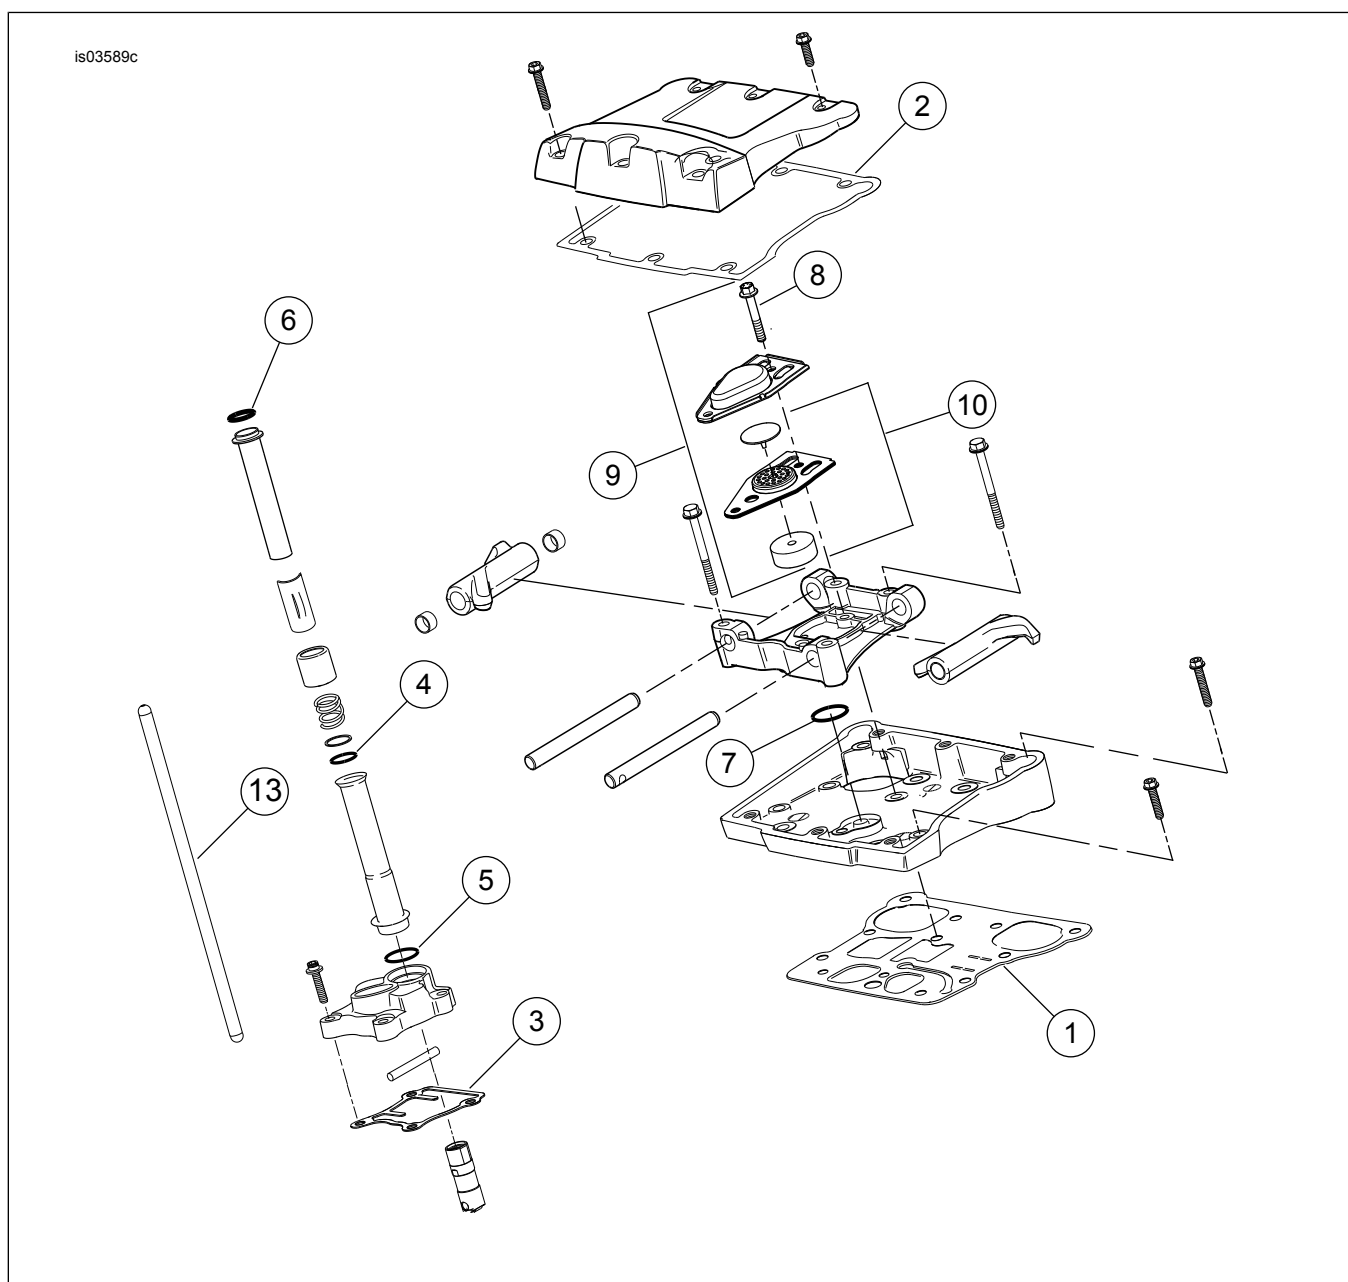
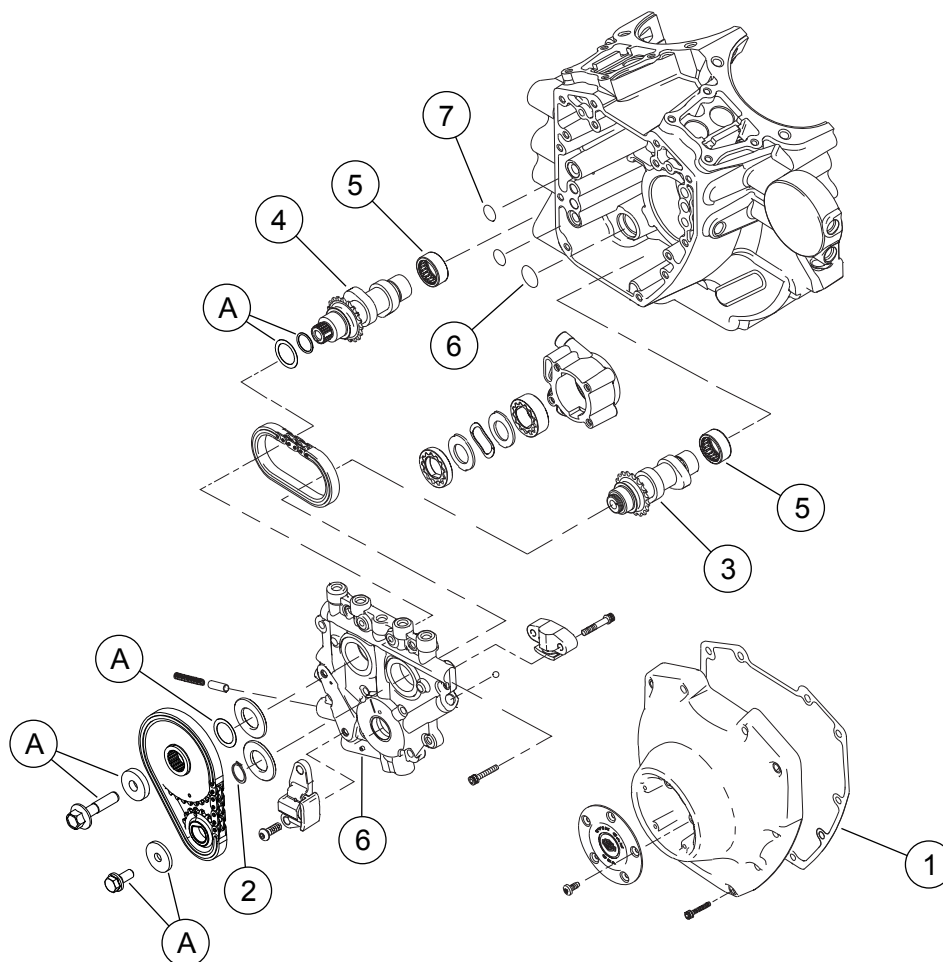

Рисунок 2. Запасные части: Комплект 4 ступени для двигателя Screamin' Eagle Pro TC 103 (от 96 куб. дюймов до 103 куб. дюймов)
Рисунок 3. Запасные части: Комплект 4 ступени для двигателя Screamin' Eagle Pro TC 103 (от 96 куб. дюймов до 103 куб. дюймов)
См. с Рисунок 2 по Рисунок 3 и с Таблица 2 по Таблица 3.
1. См. Рисунок 3 . Осмотрите игольчатые подшипники распределительного вала (5) и при необходимости замените.
2. См. Рисунок 2 по Рисунок 3. Прикрепите кулачки к кулачковой шайбе, высокопроизводительным головкам и верхнему концу двигателя, используя детали из комплекта. См. соответствующие разделы ДВИГАТЕЛЬ руководства по техническому обслуживанию.